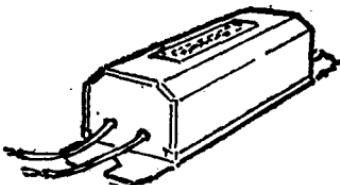
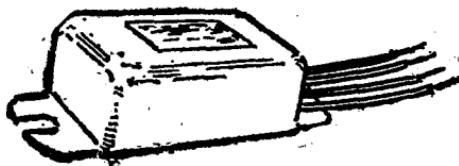

图 9
图 10
3. 镇流器。其外形如图9所示，是由铁心和线圈组成，在结构上，有双线圈式和单线圈式两种。双线圈式是新型镇流器，有四个接头，外形如图10。这种镇流器在同一铁心上有两组线圈、一组线圈称主线圈，起限流作用，它的匝数比单线圈式镇流器匝数还多；另一组匝数少的线圈叫副线圈，起协助灯管启动的作用，故又称启动线圈。这种镇流器限流性能很好，可延长灯管的寿命。